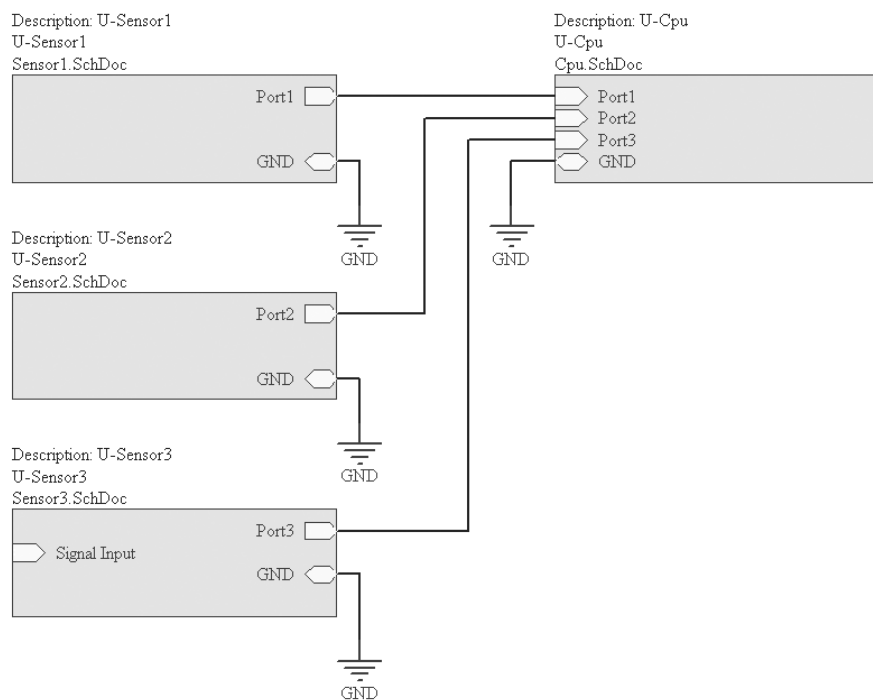

图 5-8 顶层原理图
13) 使用导线或总线把每一个原理图符号上的相应电路端口连接起来，并放置好接地符号，完成顶层原理图的绘制，如图 5-8 所示。
10) 用导线或总线将原理图符号通过电路端口连接起来,并放置接地符号,完成顶层原理图的绘制,结果和图 5-8 完全一致。